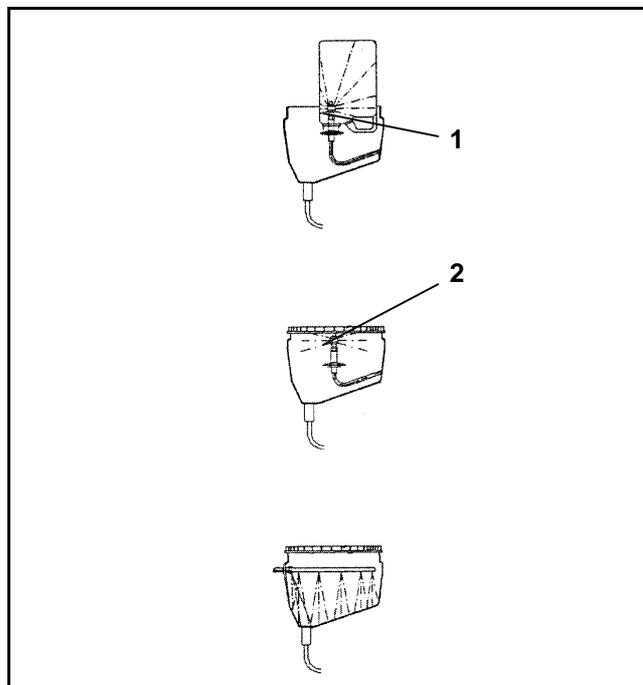

Fig. 7.14
- Roscar la tapa (Fig. 7.14/2) sobre el recipiente de llenado.
- Girar el grifo de conmutación de 3 vías (Fig. 7.14/5) a la posición 2 (abrir tobera de enjuague de bidón).
- Girar el grifo de conmutación de 3 vías (Fig. 7.14/5) de regreso a la posición 3.